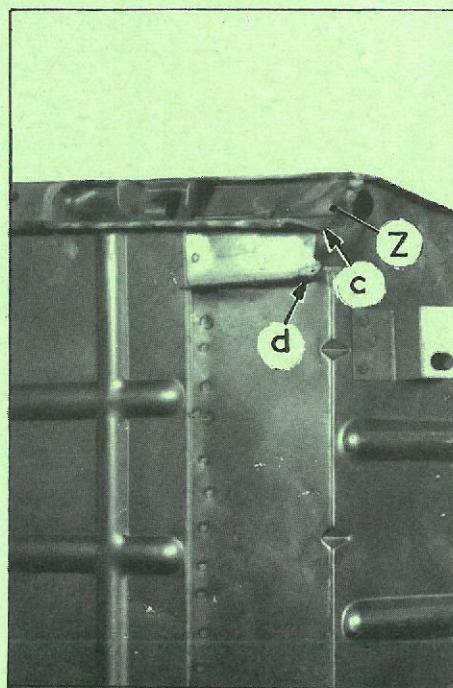

Fig. 7
- Z et symétriquement (fig. 7)
- c et symétriquement (fig. 7)